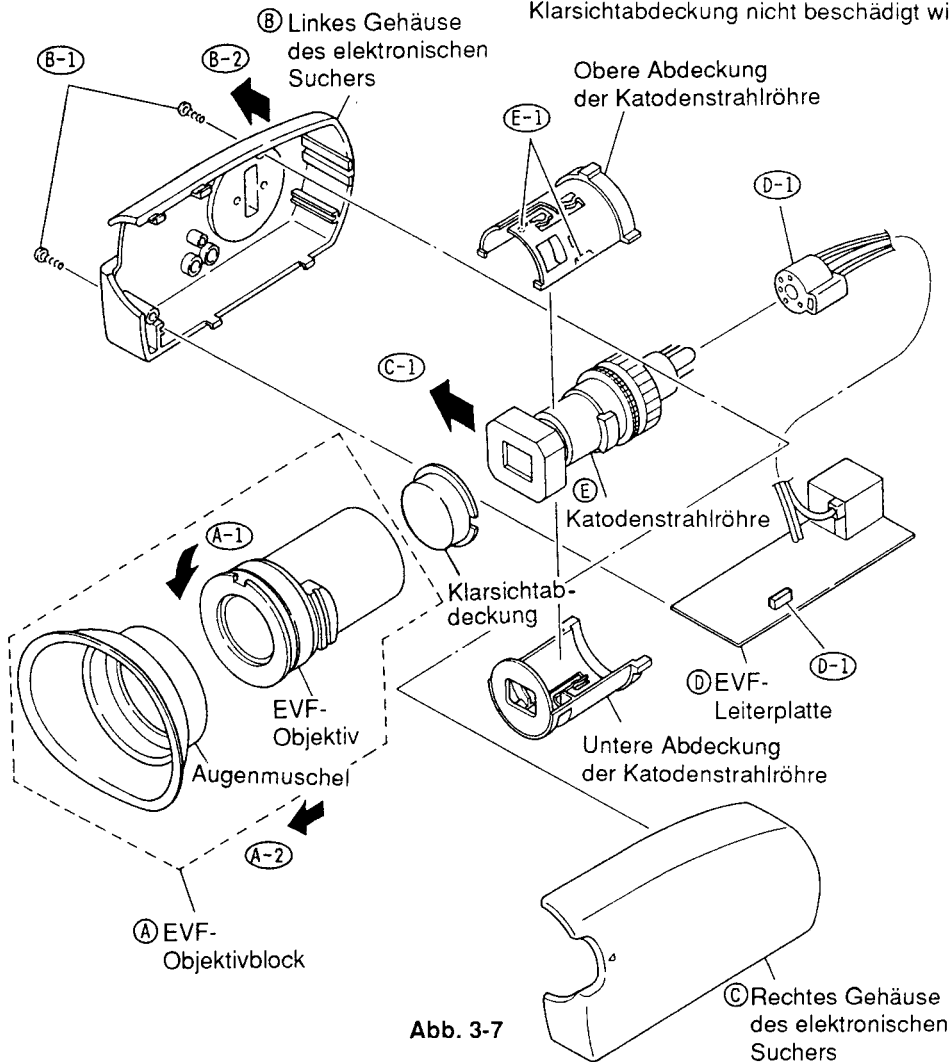

Abb. 3-7
A. EVF-Objektivblock (Abb. 3-7)
B. Linkes Gehäuse des elektronischen Suchers (Abb. 3-7)
- 1) Zwei (2) Schrauben entfernen.
C. Rechtes Gehäuse des elektronischen Suchers (Abb. 3-7)
D. EVF-Leiterplatte (Abb. 3-7)
E. Katodenstrahlröhre (Abb. 3-7)